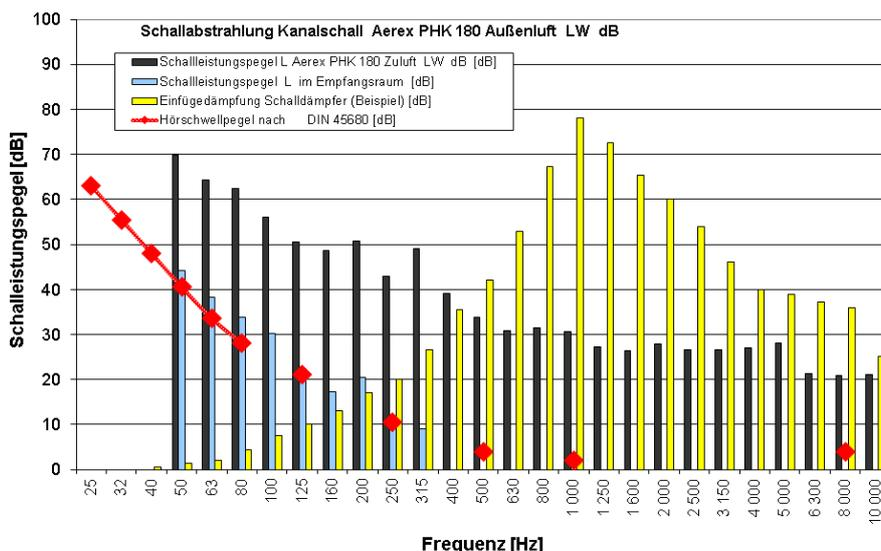

Abbildung 1: Schallabstrahlung Zuluftkanal
**Schallschutz:** Der Schalldruckpegel im Aufstellraum mit 4 m² äquivalenter Raumabsorptionsfläche wurde zu 48 dB (A) bei einem Volumenstrom von 230 m³/h ermittelt. Der Grenzwert von 35 dB(A) wird also deutlich überschritten. Für die Aufstellung des Gerätes ist daher ein schalltechnisch entsprechend ausgestatteter und von den Wohnräumen ausreichend abgetrennter Raum erforderlich. Zur Reduzierung des Kanalschalls (Abb. 1) sind geeignete Schalldämpfer vorzusehen, dies liegt in der Verantwortung des Lüftungsplaners. Vom Hersteller wird eine geeignete Schalldämpferkonfiguration angeboten.